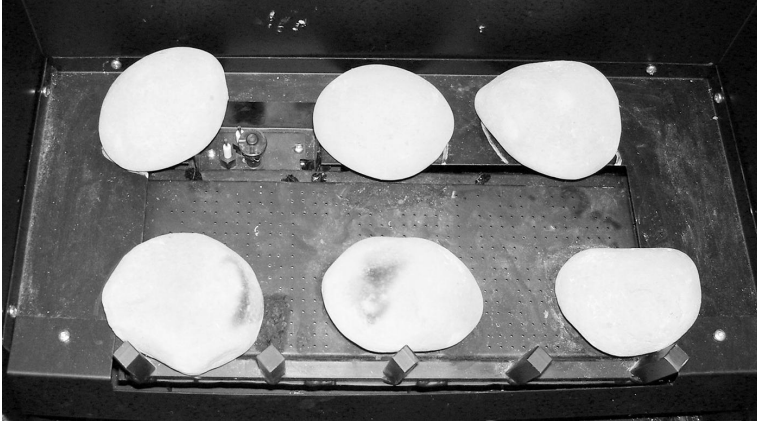

Figure 37 - Mise en place de la première couche des pierres (# 1-6)
1. Placez les six premières pierres (# 1-6), comme illustré sur la figure 37. **IMPORTANT:** Évitez de ports en plaçant des pierres sur le brûleur.